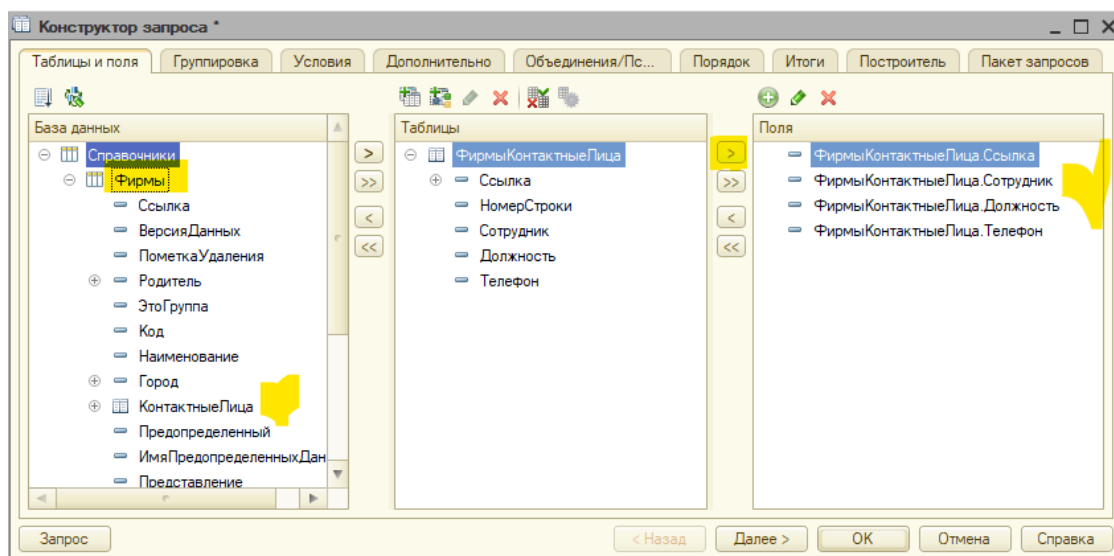

Рис. 5.44. Таблицы и поля запроса
– вкладка **Таблицы и поля**. В качестве таблицы используется табличная часть справочника «Фирмы», в качестве полей – все поля, кроме номера строки (рис. 5.44);